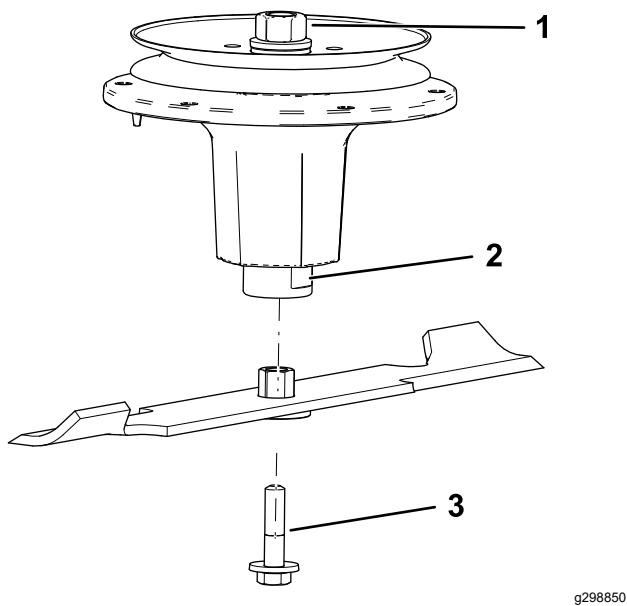

Figura 86
- Instale o conjunto do casquilho/lâmina no eixo (Figura 86).